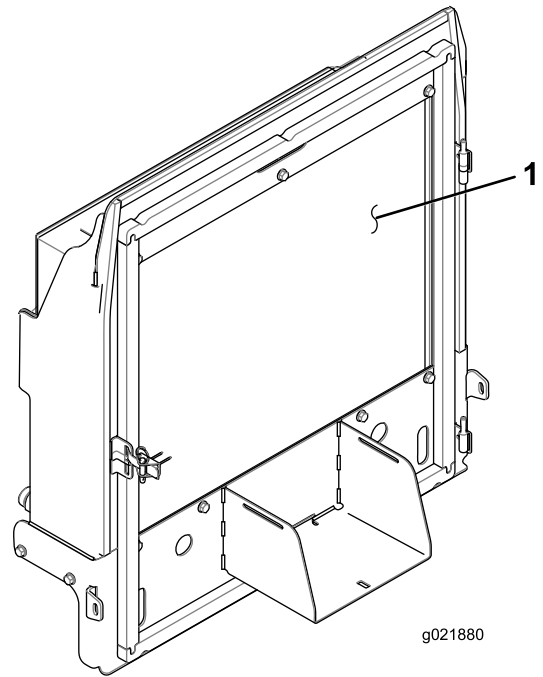

図 92
4. オイルクーラ/ラジエーターの裏表を圧縮空気ですら丁寧に清掃する(図 92)。